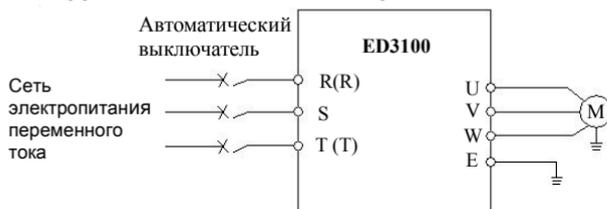

Рис.3-3 Простое подключение силовых цепей
(1) Перед подключением убедиться, что после отключения электропитания прошло более 10 мин; в противном случае возможно поражение электрическим током.
(2) Категорически запрещается подключать линию электропитания к выходным клеммам преобразователя U, V и W.
(3) Поскольку при работе преобразователя существует ток утечки, преобразователь и электродвигатель должны быть надёжно заземлены; провод заземления должен быть выполнен медным проводником сечением не менее 3,5 мм², а сопротивление заземления должно быть не более 10 Ом.
(4) Пользователю не следует проводить определение максимального выдерживаемого преобразователем напряжения, поскольку преобразователь прошёл эту проверку на заводе-изготовителе.
(5) Между преобразователем и электродвигателем не следует устанавливать электромагнитный контактор и поглощающий конденсатор или другие резистивно-ёмкостные демпфирующие устройства, как показано на рис. 3-3.
(6) Чтобы иметь возможность использовать максимальную токовую защиту на входе и проводить техническое обслуживание при аварийном отключении питания, преобразователь должен подключаться к линии электроснабжения через промежуточный прерыватель.
(7) Соединительные провода (DI1 ~ DI6, DO1, DO2) входной и выходной цепей реле должны быть многожильными или экранированными проводами сечением более 0,75 мм²; один конец экранирующей оболочки должен быть свободен, а другой – подключен к имеющейся на преобразователе клемме заземления E; длина соединительного кабеля должна быть не более 50 м.